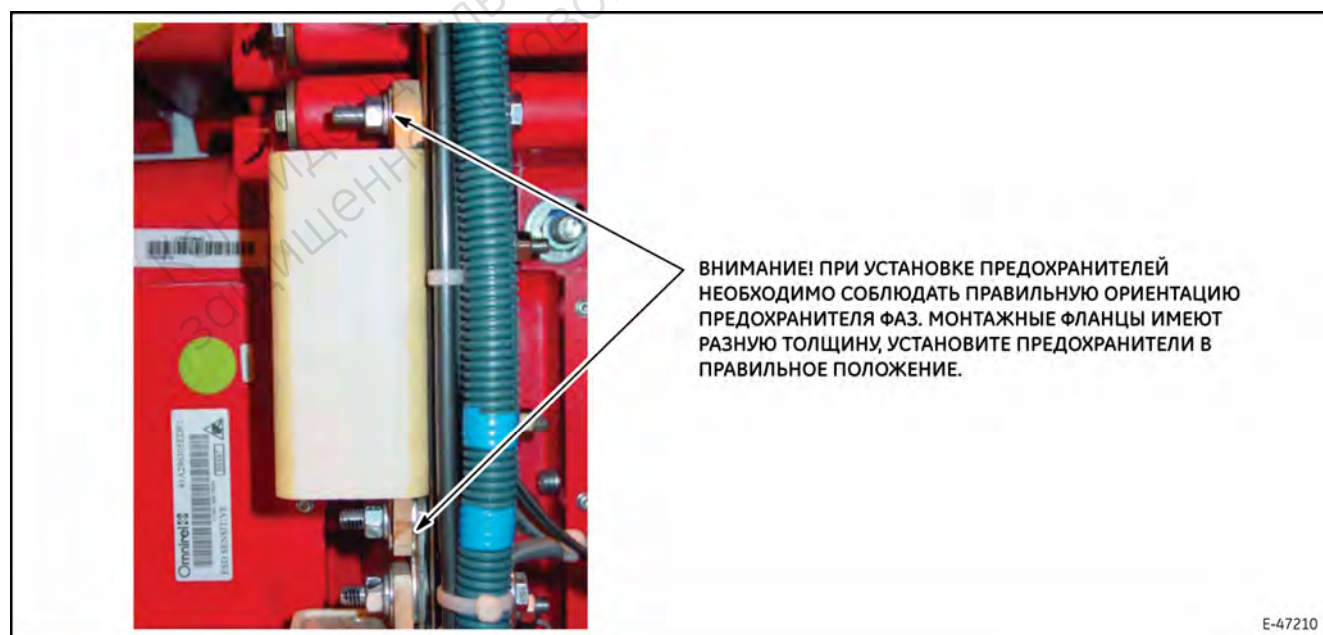

Рис. 19. Ориентация предохранителя фазы при монтаже.
Предохранители фаз (PF) используются для подключения положительной шины цепи постоянного тока к IGBT-модулям фаз (рис. 19).
ВНИМАНИЕ! Предохранители фаз (рис. 19) должны устанавливаться в правильном положении. Монтажные фланцы предохранителей имеют разную толщину.